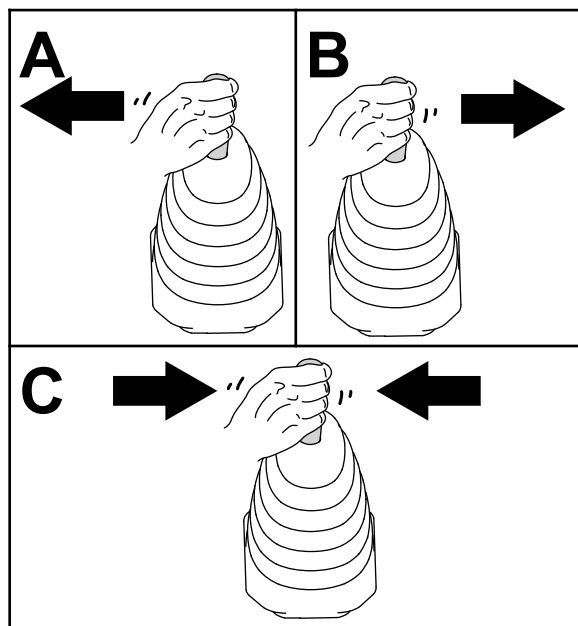

図 51
- ローダ用ジョイスティックを左右に動かし、次に後ろに動かし、そのあとニュートラルに戻すこれで油圧カップラに掛かっている圧力が解放される 図 51。